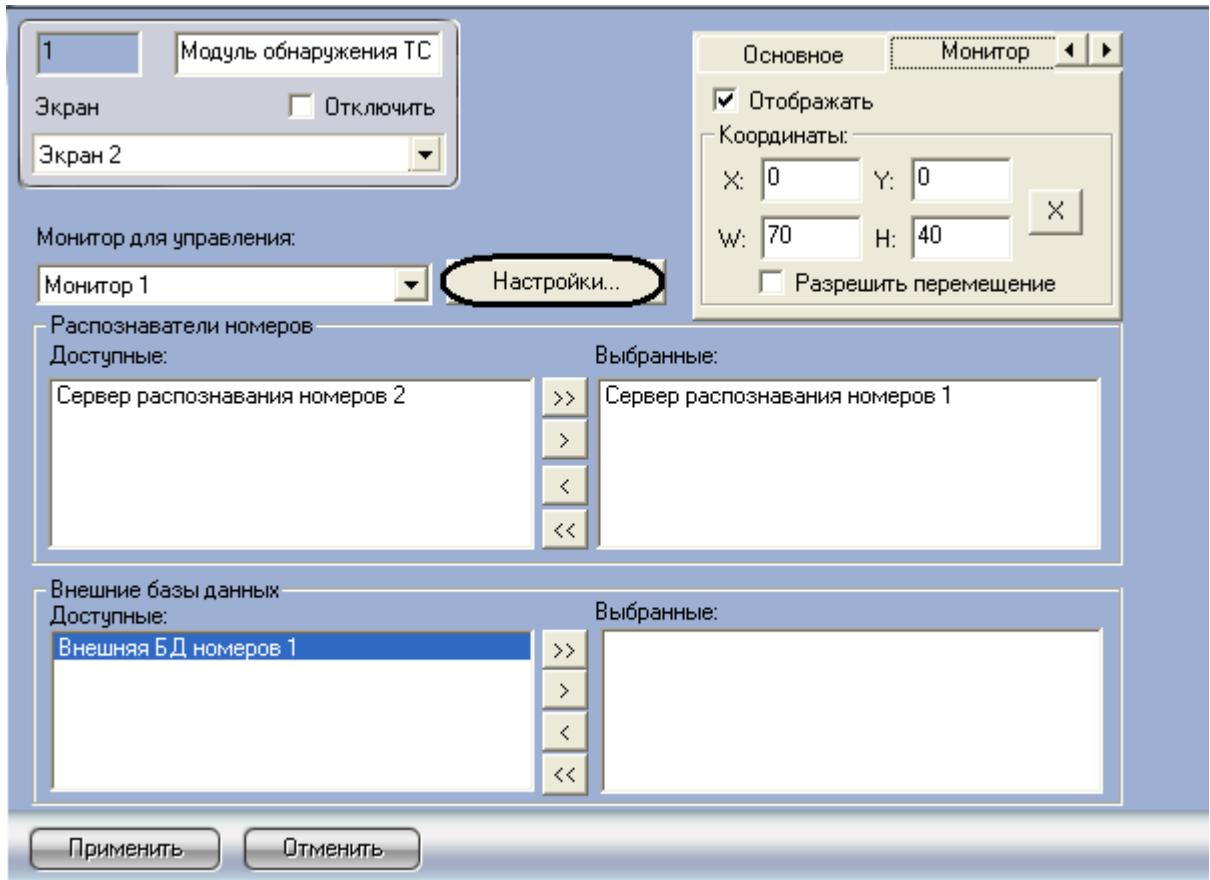

Рис. 7.9—10. Доступ к настройкам звукового оповещения при регистрации тревожных событий
- Перейти на панель настройки объекта «Модуль обнаружения ТС» (Рис. 7.9—10).
- Нажать кнопку «Настройки» (см. Рис. 7.9—10).